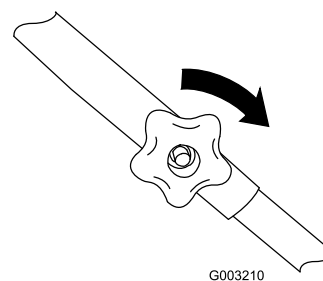

Figure 5
3. Montez les boulons et les boutons de la partie supérieure du guidon, les boutons à l'extérieur, et serrez les boutons au maximum (Figure 5).